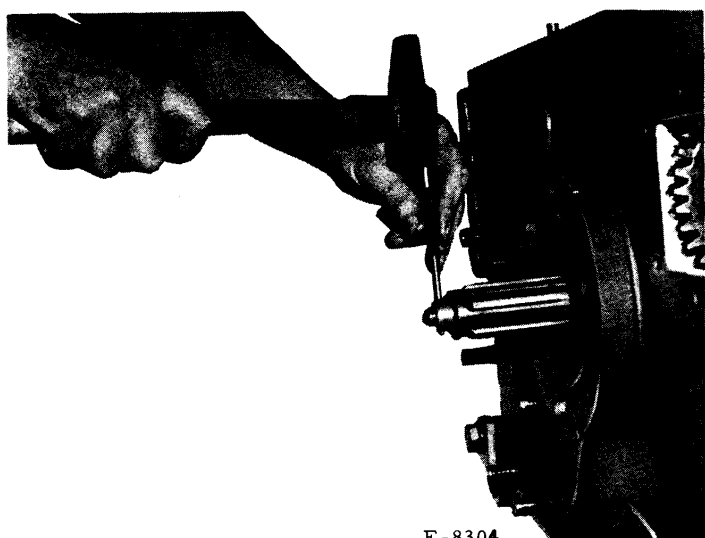

Fig. 20. — Démontage de la goupille du manchon de blocage.
- g) Enlevez la goupille du manchon de la tige de blocage de différentiel. Récupérez le manchon et le ressort (fig. 20).